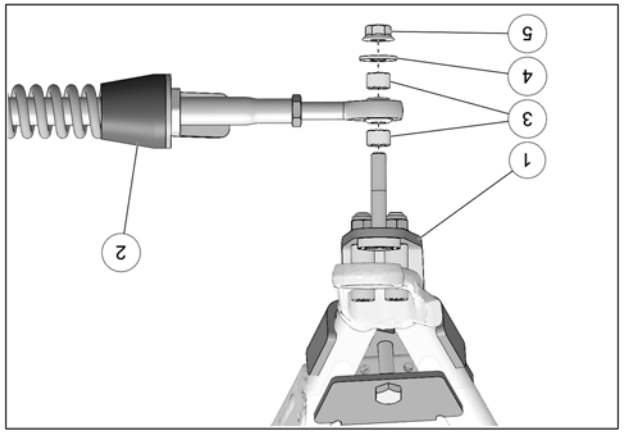

Fig. 22
12. Fixer le bras stabilisateur (2) au boulon déjà installé sur l'ancrage de suspension (1) à l'aide des deux espacateurs (3), de la rondelle (4) et de l'érou autobloquant (5). Serrer à un couple de 70 N•m [52 lb•pi]. Voir la Fig. 22